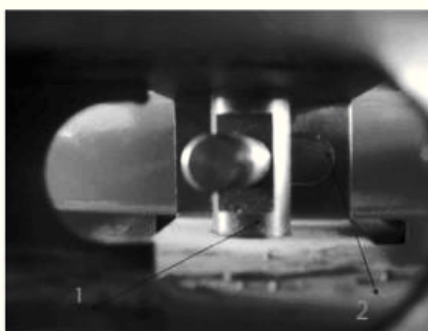

рис.10
3.2.5 Поместите втулку вала консоли ножа отрыва кромки шины в опорную плиту разъединения борта на корпусе (Рис. 9-1), чтобы выровнять отверстие, установите болт разъединения борта (Рис. 9-2) и смонтируйте гайку на стопор (Рис. 8-4). Вставьте поршневой шток (Рис. 10-2) через отверстие направляющей втулки консоли отрыва кромки шины (Рис. 10-1). Поверхность направляющей втулки должна находиться снаружи (Рис. 10). Установите снятую ранее гайку (Рис. 8-1) на переднюю часть поршневого штока. Расстояние от края ножа отрыва кромки шины до резинового упора – 30 ~ 40 мм (Рис. 11). Установите пружину (Рис. 9-3).